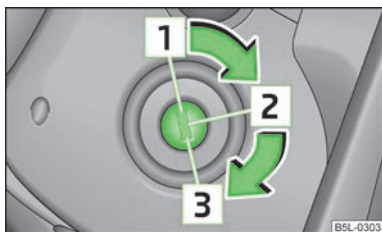

Fig. 94
- Pisar el pedal del embrague a fondo, conectar el encendido **2** » fig. 94 y arrancar **3** - no acelerar. Mantener el pedal de embrague pisado a fondo hasta que el motor arranque.
Parar el motor girando la llave de contacto a la posición **1** » fig. 94.